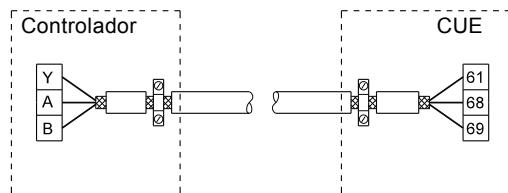
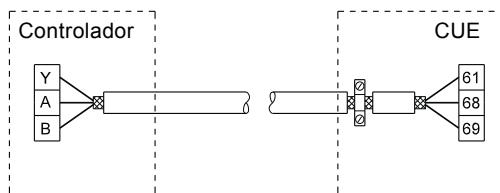

Fig. 22 Ejemplo de conexión de un cable de bus de 3 conductores con pantalla conectada en ambos extremos
Fig. 23 Ejemplo de conexión de un cable de bus de 3 conductores con pantalla conectado en el CUE (controlador sin abrazaderas para cables)
- Conecte la pantalla a masa en ambos extremos tanto para cables de señal como para cables de motor. Véase la fig. 22. Si el controlador no tiene abrazaderas para cables, conecte sólo la pantalla al CUE. Véase la fig. 23.